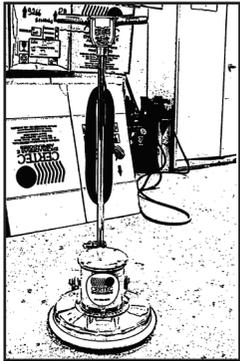

Fig. 1
- 01) Retire cuidadosamente o equipamento da embalagem, certificando-se que não fque nenhum resíduo, particularmente sob a bacia (carcaça do equipamento), a manopla e a alavanca de acionamento. (Fig.1)